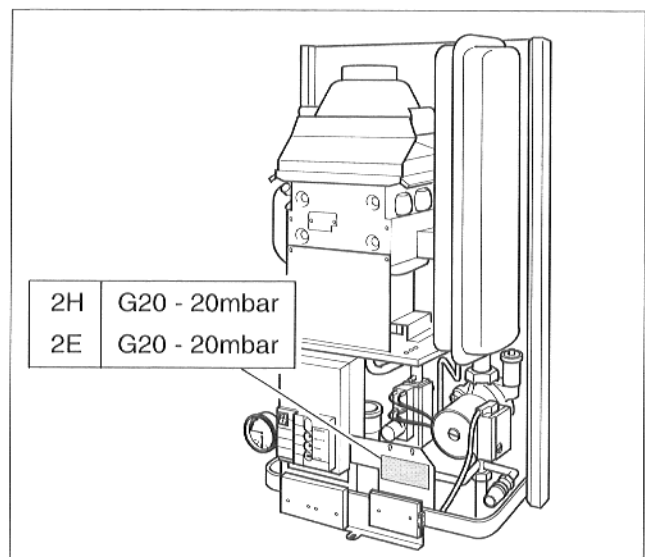

Abb. 40 Gasart-Hinweisschild
- Mit dem neuen Gasart-Hinweisschild das alte Schild überkleben (Abb. 40).